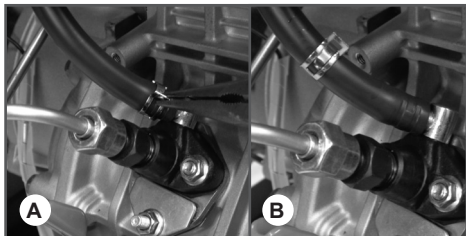

Рис. 9 Хомут топливного шланга
2. Сожмите плоскогубцами хомут топливного шланга со стороны топливного насоса (Рис. 9А) и сдвиньте хомут в сторону (Рис. 9В).
4. Рычаг включения ТНВД на панели рычагов (Рис.9) переведите вправо до щелчка (фиксации в положении «Работа»).